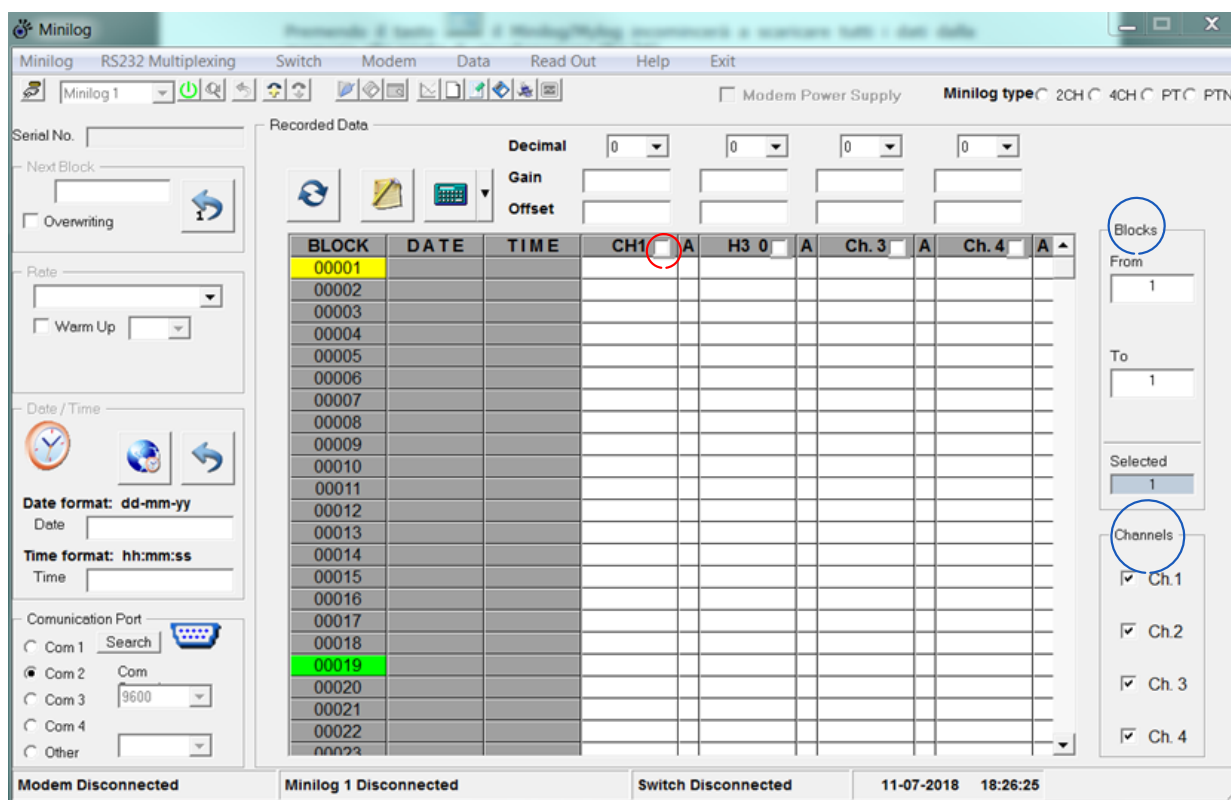

fig.30
- Apparirà una finestra con una griglia (fig.30): nella sezione **Channels** in basso a destra fleggare le caselle dei canali di cui si vuole fare la lettura.
I blocchi salvati sono selezionati nella sezione **Blocks** della finestra con la griglia (fig.30): il programma salverà i dati dal blocco scritto nella casella **From** al blocco scritto nella casella **To** (solo dei canali selezionati nella sezione **Channels**).